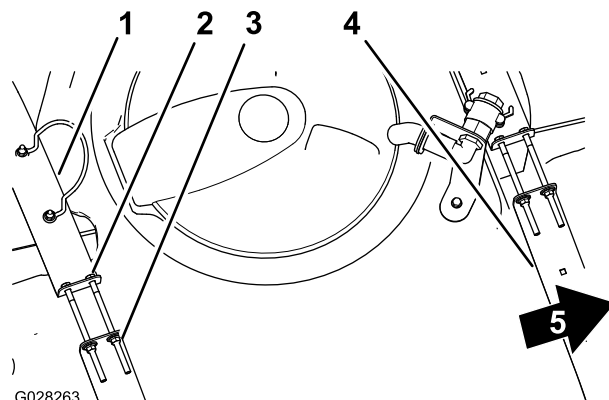

Figura 20
2. Verificai dacă există vreo micare între benzile de fixare a rezervorului și rezervor (Figura 20).
3. Dacă benzile de fixare a rezervorului se potrivesc liber pe rezervor, strângeți contrapiuliile cu guler și uruburile de la partea superioară a benzilor de fixare până când acestea sunt la același nivel cu suprafața rezervorului (Figura 20).